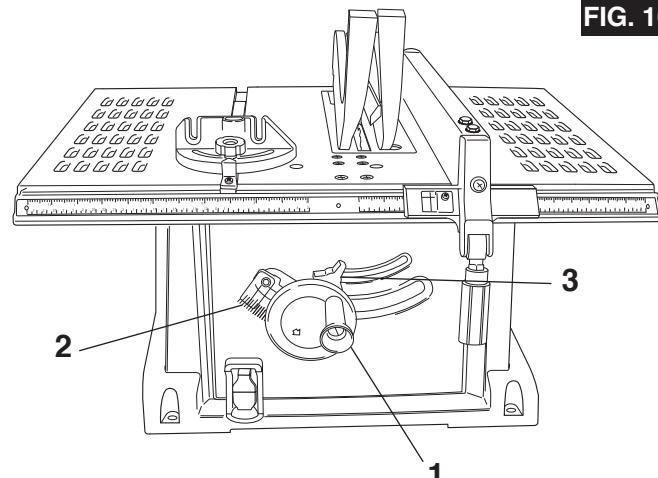

FIG. 10
2. Raise the blade to the maximum height by turning the control wheel **1** counterclockwise (Fig. 10). Push in the control wheel **1** and tilt the blade to 0° **2**, then lock in place with the bevel lock knob **3**.
2. Élevez la lame jusqu'à la hauteur maximum en tournant la roue de commande **1** dans le sens contraire des aiguilles d'une montre (Fig. 10). Appuyez sur la roue de commande **1** et inclinez la lame à 0° **2**, puis verrouillez en place avec le bouton de verrouillage de biseau **3**.
2. Suba la hoja hasta la altura máxima girando la rueda de control **1** en sentido contrario al de las agujas del reloj (Fig. 10). Presione la rueda de control **1**, incline la hoja hasta 0° **2** y luego fíjela en esa posición con el pomo de fijación de bisel **3**.